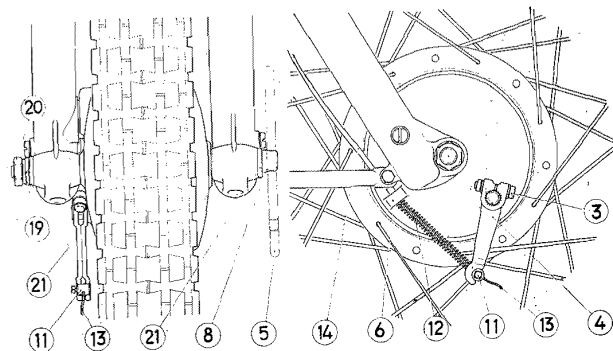

Fig. 20. — Rueda y freno delantero.
- Aflojar el tornillo sujetador del cable 11 (fig. 20) manteniendo tenso el cable con los alicates del equipo y desplazar aquél hacia arriba un par de milímetros donde se fijará de nuevo.